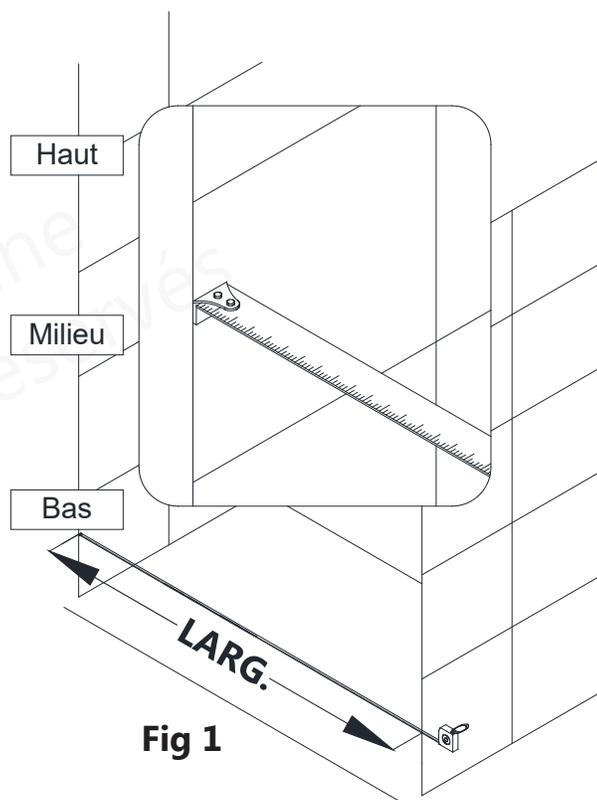

Fig 1
1. Mesurez la distance entre les deux murs finis dans le haut, à la hauteur du modèle soit **58 po ou 72 po (1473mm ou 1829mm)**, au milieu et en bas. Les profilés muraux s'ajusteront aux conditions en faux aplomb. Vous pouvez donc **utiliser la plus petite mesure comme étant celle de « l'ouverture finie » (LARG.)** pour déterminer la longueur finale de coupe à l'Étape 2. **(Fig 1)**